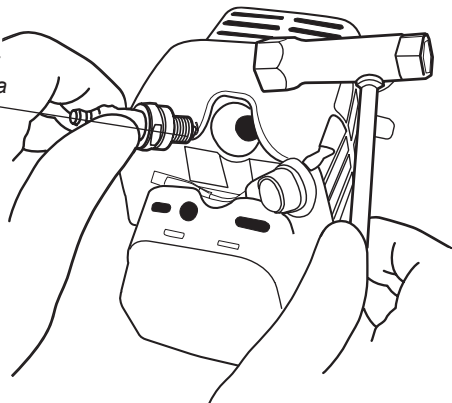

Figura 27
- Retire y limpie la bujía. Ajuste la distancia del electrodo a 0.024-0.028 pulgadas (0.6 -0.7 mm). Si la bujía necesita ser reemplazada, use solamente una bujía BPMR6A o una bujía equivalente con resistencia al calor correcta. Consulte la figura 27.